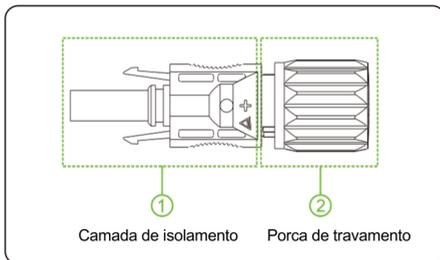
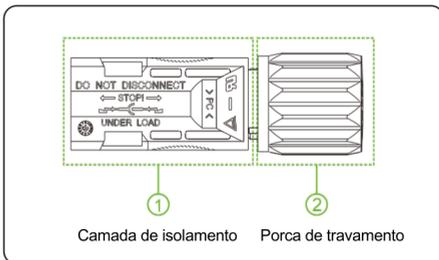

Figura 5.8 Composições do conector positivo
Figura 5.9 Composições do conector negativo
- Conectores de strings fotovoltaicas: Conectores de entrada CC positivos e negativos são usados, como mostrado na Figura 5.8 e Figura 5.9.